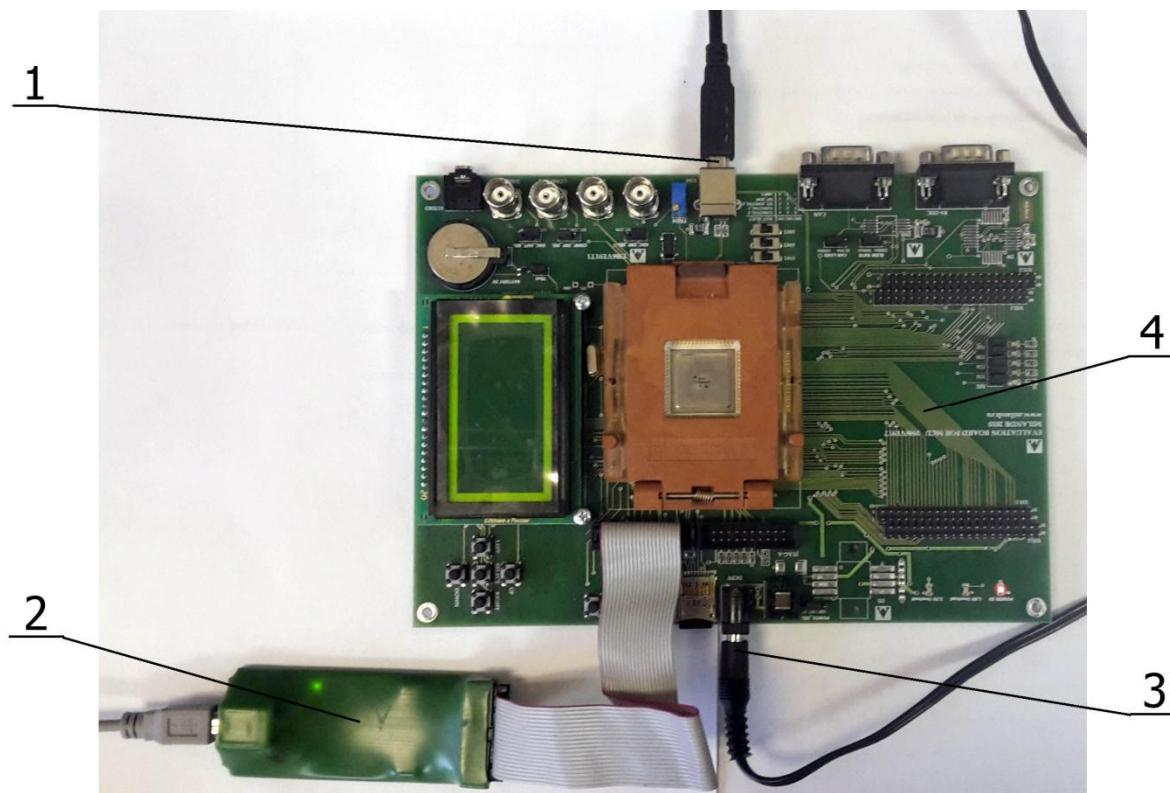

Рисунок 9.1 Лабораторная установка: 1- USB кабель; 2- программатор TP-link (J-link); 3- штеккер блока питания 5В; 4-отладочная плата.
1. Собрать лабораторную установку согласно рис. 9.1, подключить программатор и USB кабель, включить питание лабораторной установки.